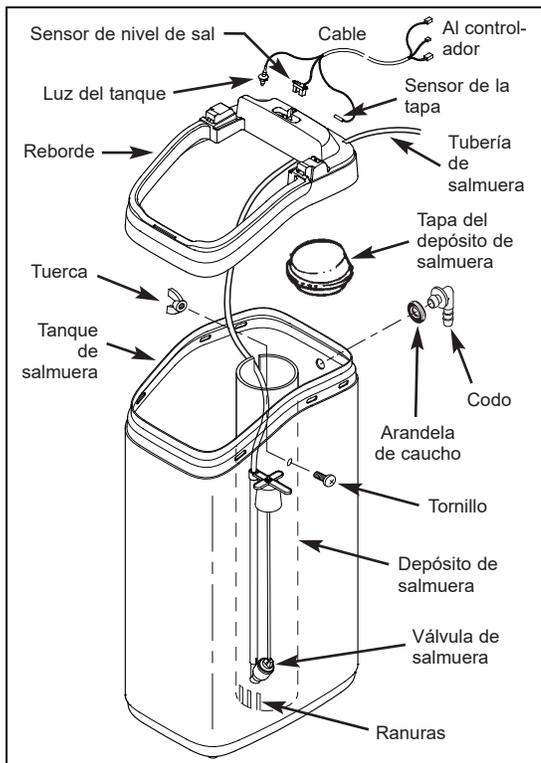

FIG. 4
- Vuelva a encajar a presión el reborde en el tanque de salmuera. (Vea la Fig. 4).
- Baje la válvula de salmuera para introducirla en el depósito. Introduzca la tubería en la ranura superior del depósito de salmuera (Fig. 4) y hágala salir por el orificio en la parte posterior del reborde.